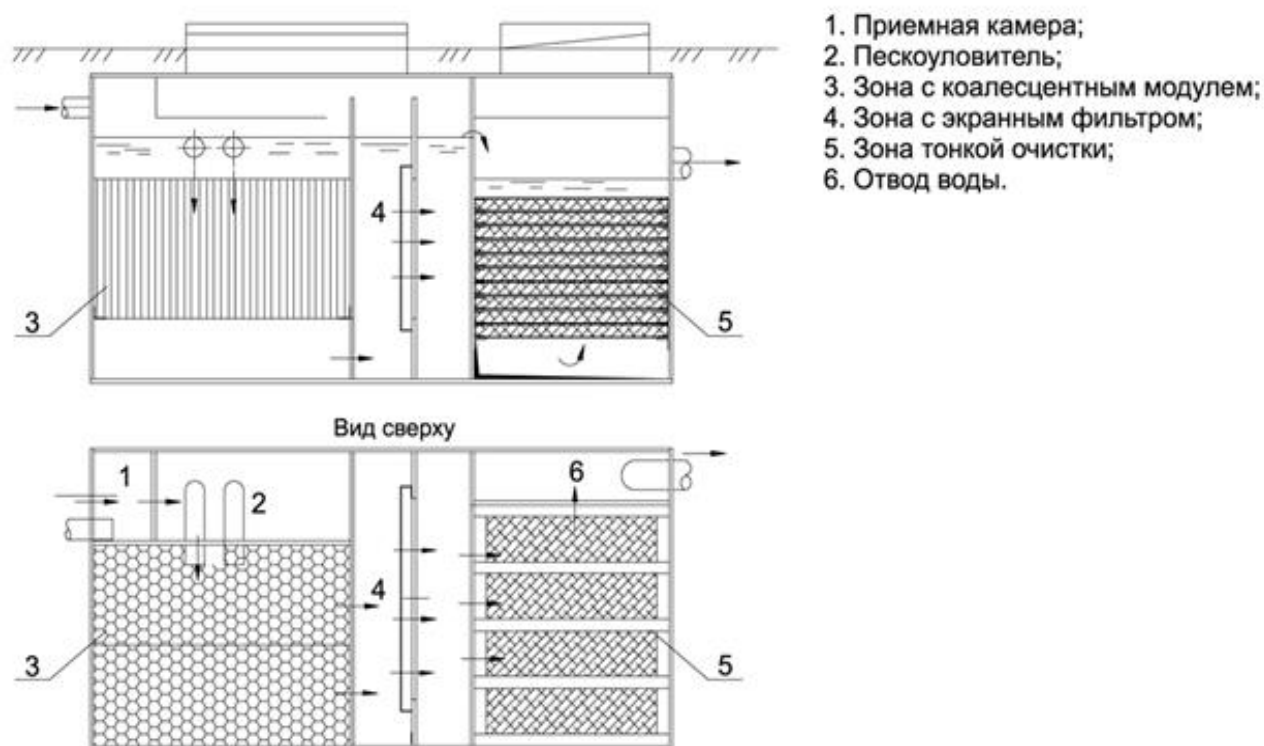

Рис.1. Схема работы установки «ТОПРЕЙН».
1. Удаление машиной-илососом образующегося осадка и нефтепродуктов с поверхности пескоуловителя и зоны коалесцентного модуля (см. рис.1). Периодичность удаления осадка и нефтепродуктов устанавливается во время эксплуатации, так как она сильно зависит от качественного и количественного состава сточных вод и от режима поступления сточных вод;